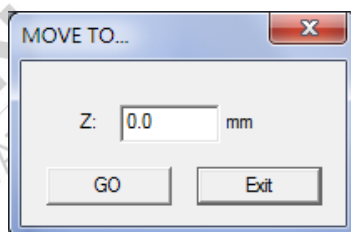

図 1.7.33
1. "MOVE TO ..."ボタンをクリックし、図1.7.33のようにダイアログボックスに値を入力し、"GO"をクリックするとZ軸がその特定の位置に移動します。移動速度は"Speed"パラメータから調整することができます。